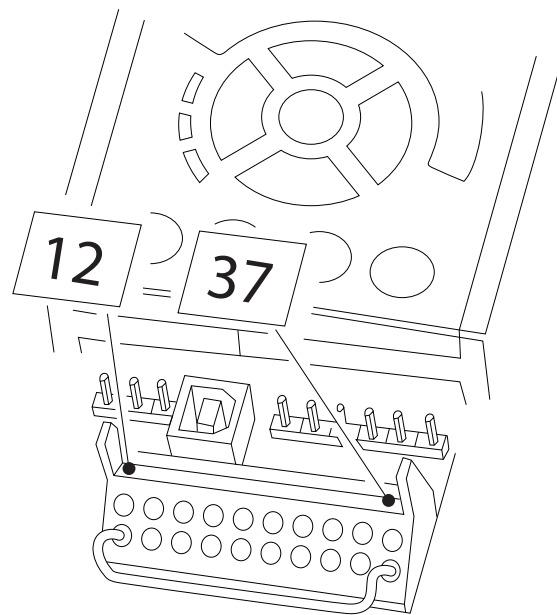

Рисунок 5.102 Переключка между клеммой 37 и напряжением 24 В пост. тока
1. Необходимо удалить переключку (соединительную вставку) между клеммой 37 и источником напряжения +24 В пост. тока привода FC 202. Разрезать или разорвать переключку недостаточно. Удалите ее полностью, чтобы исключить короткое замыкание. См. переключку на *Рисунок 5.102*.